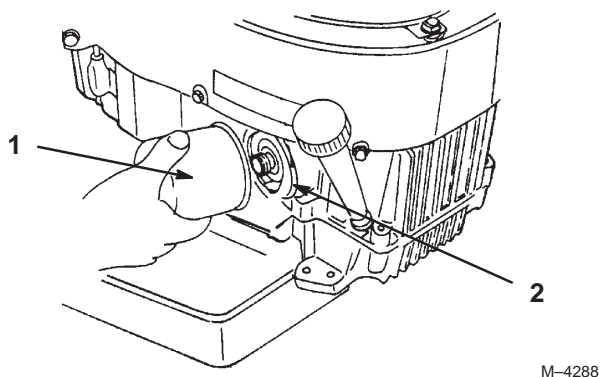

Figure 40
2. Déposez le filtre usagé (Fig. 40).
3. Appliquez une fine couche d'huile neuve sur le joint en caoutchouc du filtre de rechange (Fig. 40).
4. Posez le filtre à huile de rechange sur l'adaptateur. Tournez le filtre dans le sens horaire jusqu'à ce que le joint en caoutchouc rejoigne l'adaptateur, puis donnez 3/4 tour supplémentaire (Fig. 40).